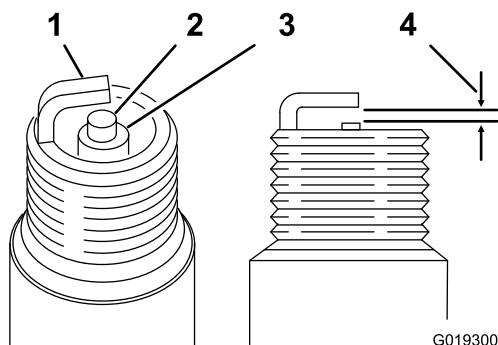

Figura 45
1. Mire la parte central de la bujía (Figura 45). Si se observa un color gris o marrón claro en el aislante, el motor está funcionando correctamente.
1. Compruebe la distancia entre los electrodos central y lateral (Figura 45) si la distancia no es correcta.